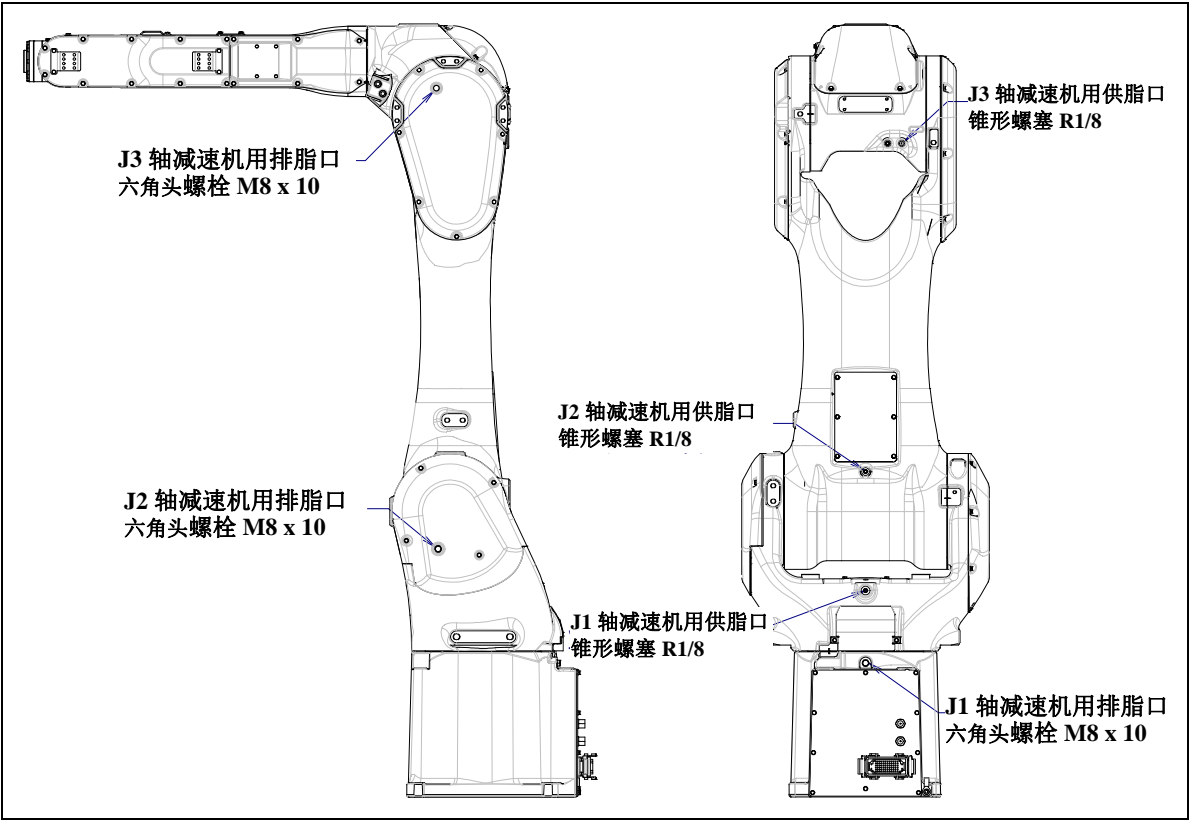

图 7.3.2 (b) J1~J3 轴的供脂部位
- 3 拆除排脂口的六角头螺栓 M8 x 10。(图 7.3.2 (b))